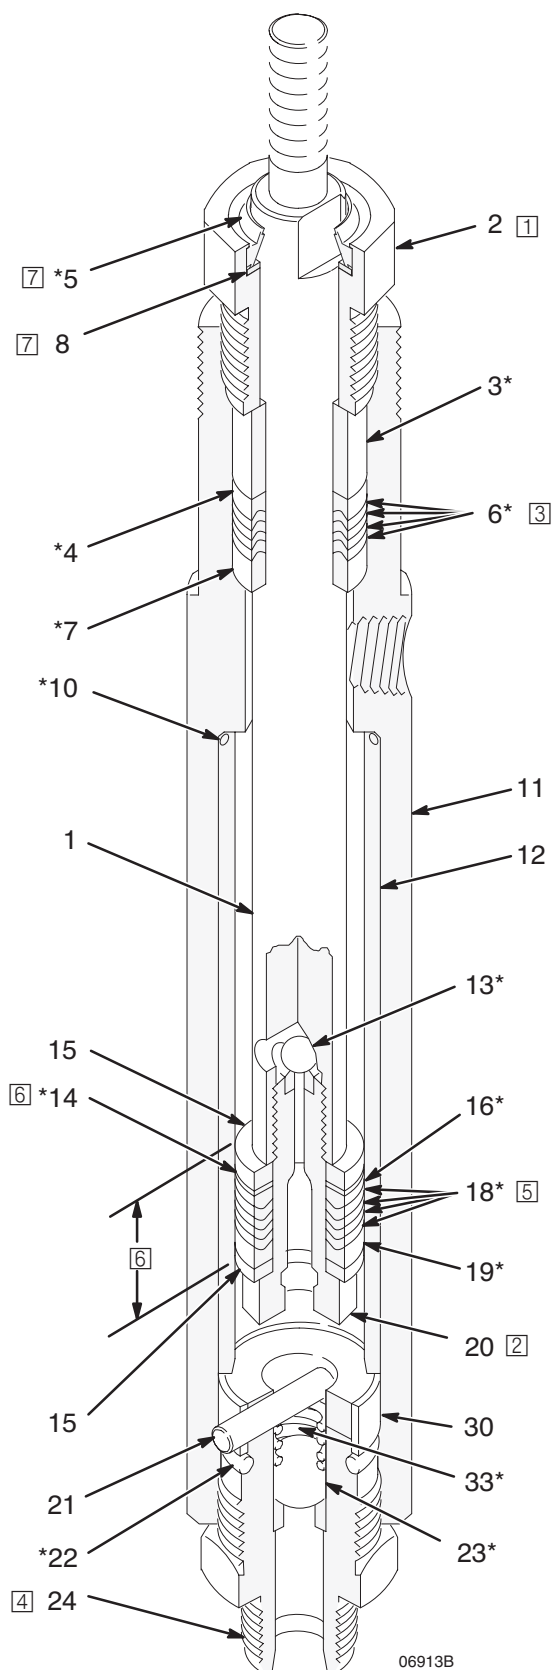

Рис. 1
4. Отсоедините шток поршня (1) от соединительной штанги пневмомотора.
5. Отверните и снимите корпус впускного клапана (24) с цилиндра (11). См. Рис. 1. Разберите и почистите детали клапана. Осмотрите детали на предмет наличия повреждений и износа. Если седло в корпусе клапана имеет сколы или изношено, замените корпус (24).
6. Ослабьте гайку уплотнения (2).
7. Нажмите вниз на шток поршня (1) так, чтобы вы могли захватить штифт поршня (20). Извлеките шток поршня из цилиндра (11).
8. Осмотрите верхнюю поверхность штока поршня (1) и полированную внутреннюю поверхность втулки цилиндра (12) на предмет отсутствия сколов или износа в результате перемещения пальца по поверхности или при фиксации детали под небольшим углом. Повреждения этих деталей могут привести к преждевременному износу уплотнения или утечке. Если какая-либо деталь изношена или поцарапана, замените ее.
- ПРИМЕЧАНИЕ:** При замене втулки (12) убедитесь в ее установке выступающим концом вверх и замените уплотнительное кольцо (10*) в выступе. Если старая втулка не снимается, обратитесь к представителю компании Graco.
9. Выверните штифт поршня (20) из штока поршня (1). Снимите шар (13), регулировочные прокладки (14), зубчатые шайбы (15), сальники (16 и 19) и v-образные уплотнения (18). Осмотрите все детали и убедитесь в отсутствии повреждений. Если седло штифта поршня (20) погнуто или изношено, замените его.
10. Снимите гайку уплотнения/смачиваемую крышку (2).
11. **Только насос модели 239388:** Снимите комплект ограждения уплотнения (5) и шайбу (8) с гайки уплотнения (2).
12. Снимите подшипник (3), сальники (4 и 7), и v-образные уплотнения (6) с горловины цилиндра насоса (11). Осмотрите все детали и убедитесь в отсутствии повреждений.
14. Устанавливайте по одному сначала внутренний сальник (7*), четыре v-образных тефлоновых уплотнения (6*), наружный сальник (4*) и подшипник (3*) в горловину цилиндра (11). *Убедитесь, что кромки v-образных уплотнений должны быть направлены вниз в горловину. См. рис. 1.*
15. **Только насос модели 239388:** Установите шайбу (8) и комплект ограждения уплотнения (5) в гайку уплотнения (2). Набейте гайку уплотнения изнутри и снаружи техническим вазелином Vaseline®. Используйте технический вазелин только марки Vaseline®.
16. Свободно установите гайку уплотнения (2).
17. Устанавливайте по одному зубчатую шайбу (15), наружный сальник (19*), четыре v-образных тефлоновых уплотнения (18*), внутренний сальник (16*) и зубчатую шайбу (15) на штифт поршня (20). *Убедитесь, что кромки v-образных уплотнений смотрят наружу поршня. См. рис. 1.*
19. Установите шар (13*) на штифт поршня (20). Нанесите жидкий герметик на резьбу поршня и заверните узел поршня на шток поршня (1), затянув его с усилием 23 Н.м.
20. Смажьте шток поршня (1) и продвиньте его через нижнюю часть поршня насоса (11) и аккуратно через уплотнения горловины.
21. Установите уплотнительное кольцо (22*) на корпус впускного клапана (24).
23. Сдвиньте стопорное уплотнительное кольцо (30) на корпус впускного клапана и совместите отверстия в двух деталях.
25. Установите стопорный штифт шара (21) через стопорное уплотнительное кольцо и корпус впускного клапана (24) и заверните корпус на цилиндр насоса (11). Затяните корпус с усилием 70—80 Н.м.
26. **Все модели насосов, кроме 239388:** Затяните гайку уплотнения (2) с усилием 70—80 Н.м.
- Насос модели 239388:** Затяните гайку уплотнения (2) с усилием 30—35 Н.м.